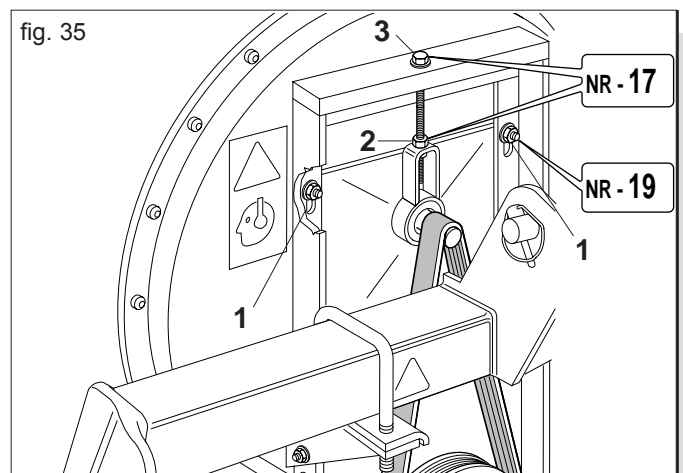

fig. 35
- Allentare le viti (1 Fig. 35);
- Allentare il dado (2 Fig. 35);
- Mettere in trazione la cinghia serrando la vite (3 Fig. 35);